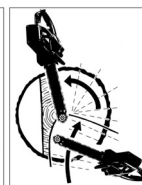

Fig. 10D
2. Als de diameter van de te vellen boom groter is dan de lengte van het zaagblad, kunt u twee zaagsneden maken (Fig. 10D).